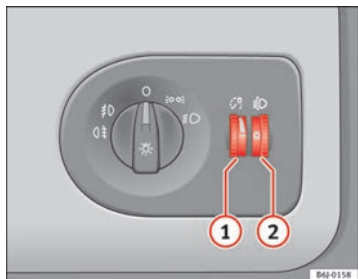

Abb. 53 In der Instrumententafel: Regler für die Instrumenten-/Schalterbeleuchtung und Leuchtweitenregulierung
Bei eingeschaltetem Licht lässt sich die Helligkeit der Instrumenten- und Schalterbeleuchtung durch Drehen des Rändelrades ⇒ Abb. 53 ① stufenlos regulieren.